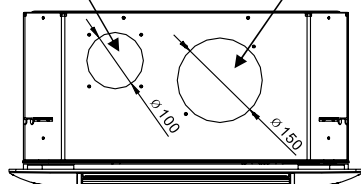

Fig 12
1. Les ouvertures latérales sont prévues pour l'installation de conduits séparés pour la prise d'air extérieur et la distribution d'air traité à une pièce adjacente. (Fig 12)